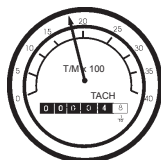

**Figure 54. Jauge de tachymètre moteur**
12. La **jauge de tachymètre** (Figure 54) indique la vitesse du moteur lorsque le générateur est en marche. Dans des conditions normales de fonctionnement cette vitesse est d'environ 1800 tr/min.